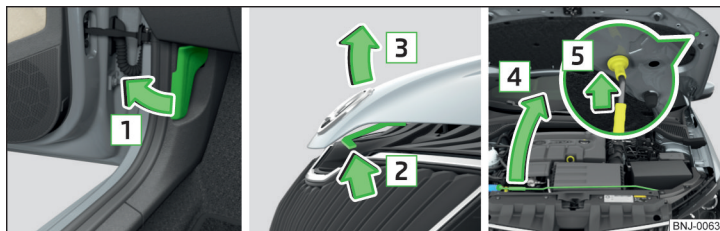

Fig. 167 Apertura del cofano motore
- Aprire la porta anteriore e tirare dalla leva di sbloccaggio sotto la plancia in direzione della freccia **1** » fig. 167.